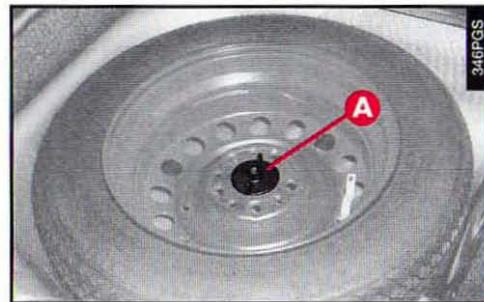

fig. 3
– Dévisser le collier de fixation (**A-fig. 3**) et prélever la roue compacte ou la roue normale.